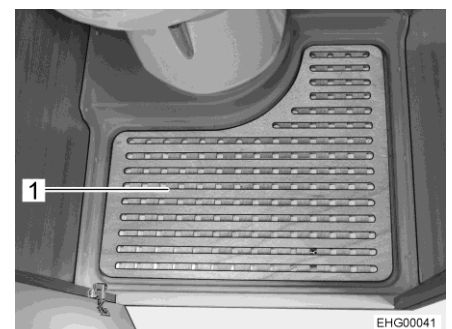

Fig. 94 Placa del fondo de ducha y pon
- Quitar la placa del fondo de ducha y pon (Fig. 94,1) para ducharse.